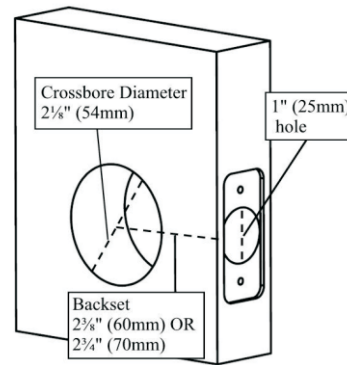

Fig. 2
2. Drill holes on door (see fig. 2).